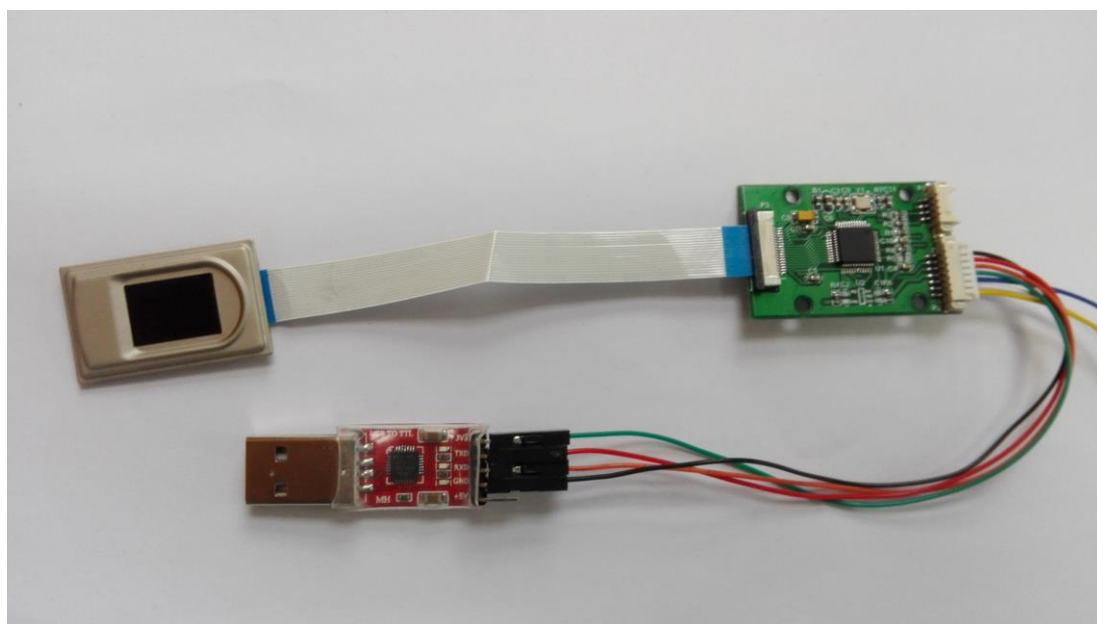

图 4-3 串口通信方式连接图
- ◆ 串口方式：请参考图 4-3 方式连接模块至 PC 电脑。
注：USB 转串口设备连接 PC 电脑时，如果 PC 电脑没有安装过 USB 转串口设备驱动，会出现如图 4-3 的未知设备，需要手动安装驱动。